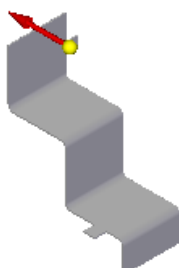
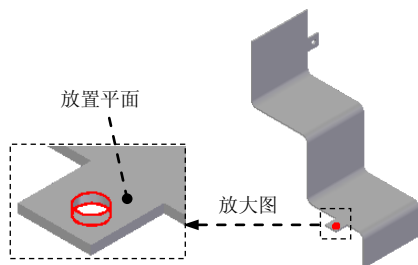
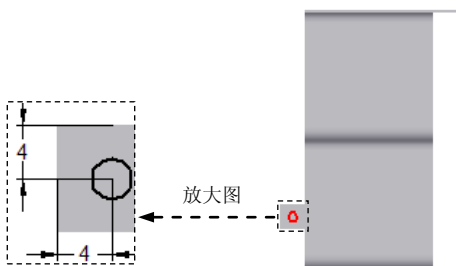

图 5.8.49 定义延伸方向
图 5.8.50 孔特征 2
图 5.8.51 定义孔的位置
(4) 定义孔的延伸方向。调整孔的延伸方向,如图 5.8.49 所示。
(5) 单击命令条中的  按钮,完成特征的创建。
Step6. 创建图 5.8.50 所示的孔特征 2。
(1) 选择命令。单击“主页”功能选项卡中“钣金”工具栏中的“打孔”按钮 。
(2) 定义孔的参数。单击  按钮,在“孔选项”对话框 **类型(T):** 下拉列表中选择 **简单孔** 选项,在 **单位(U):** 下拉列表中选择 **毫米** 选项,在 **直径(D):** 文本框中输入值 3,在 **延伸** 区域选择延伸类型为  (全部穿透);单击  按钮,完成孔参数的设置。
(3) 定义孔的放置面。选取图 5.8.51 所示的模型表面为孔的放置面,放置孔并定义孔的位置如图 5.8.50 所示,退出草图绘制环境。